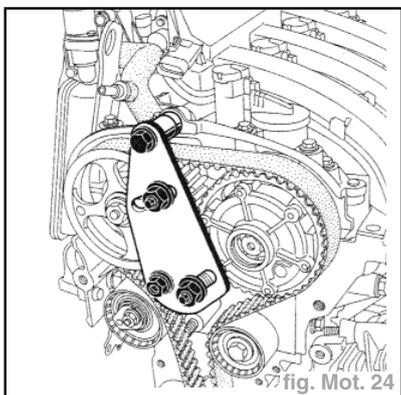

fig. Mot. 24
- le **Mot. 1509** comme indiqué sur le dessin ci-dessous (fig. Mot. 24),